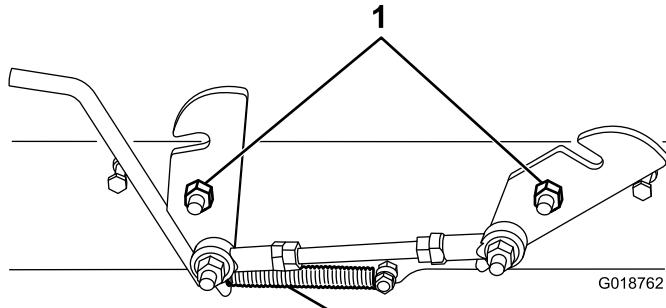

Рисунок 1
- Зацепите пружину за захват (Рисунок 1).